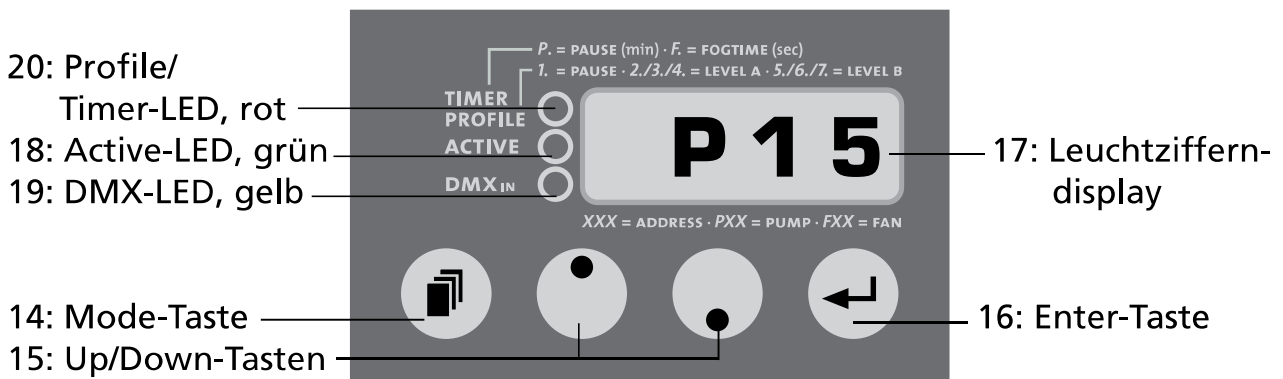

Abb. 1: Einstellen des Pumpen-Wertes
display [17] ein P (Pumpe) und zwei Zahlen erscheinen (siehe Abb. 1). Stellen
- Drücken Sie die Mode-Taste [14] auf dem Bedienfeld, bis auf dem Leuchtzifferndisplay [17] ein P (Pumpe) und zwei Zahlen erscheinen (siehe Abb. 1).